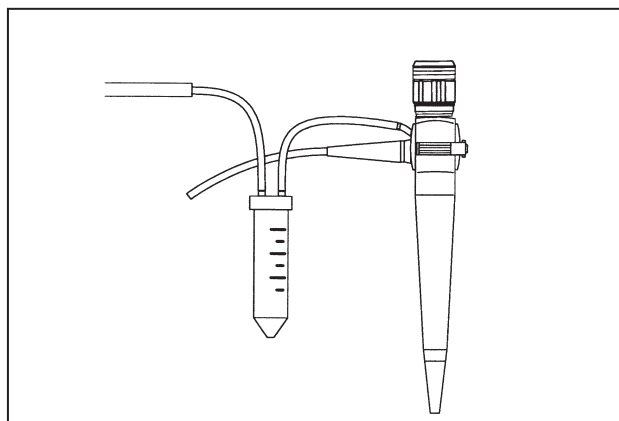

Рис. 4.5
1. Отсоедините аспирационную трубку от коннектора аспирационного клапана. Присоедините аспирационную трубку к аспирационному коннектору устройства для бронхоальвеолярного лаважа. Аспирационную систему устройства соедините с коннектором аспирационного клапана эндоскопа (см. рис. 4.5).